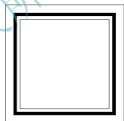

图 5.45 绘制箍筋
① 在**选择多段线或 [多条 (M)]**: 提示下, 选择中间的矩形。
② 在**输入选项 [打开 (O)/ 合并 (J)/ 宽度 (W)/ 编辑顶点 (E)/ 拟合 (F)/ 样条曲线 (S)/ 非曲线化 (D)/ 线型生成 (L)/ 放弃 (U)]**: 提示下, 输入 “W” 并按 Enter 键。
③ 在**指定所有线段的新宽度**: 提示下, 输入 “10” 后按 Enter 键, 然后再按 Enter 键结束命令, 结果如图 5.45 所示。